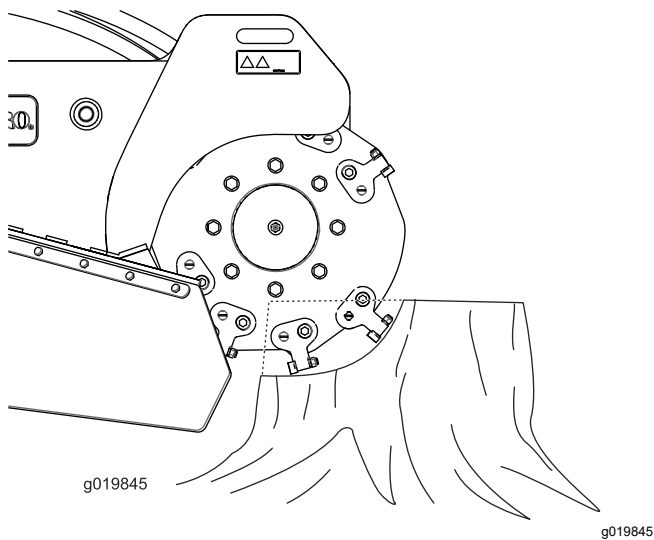

図 19
2. グラインダ制御レバーと走行コントロールを使って、グラインダを切り株の表面から 2.5 cm 程度低い高さに位置決めする **図 19**。
4. グラインダ制御レバーを使って、グラインダで切り株の表面をゆっくりと掃くように移動させて切削を開始する **図 19**。